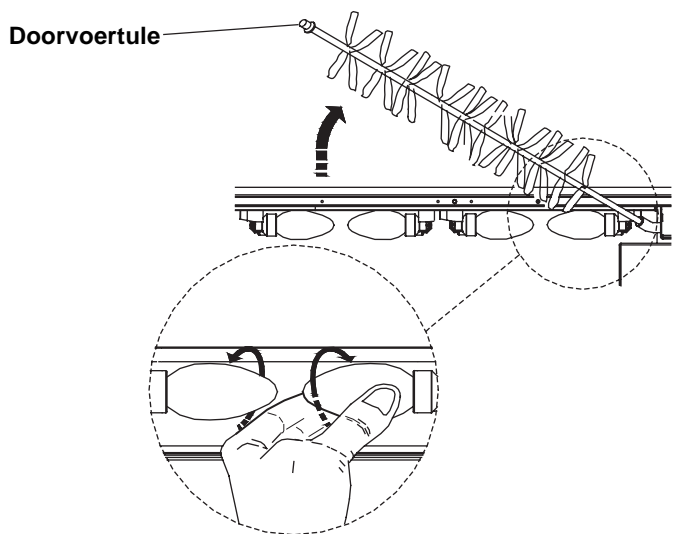

Fig. 8
4. Draai, om bij de gloeilampen te komen, de flexibele spindle uit positie en zorg ervoor dat de rubber doorvoertule niet kwijtraakt – zie fig. 8.
5. Draai de defecte lamp tegen de klok in los. Vervang hem door een 230V, 60W E14 SES lamp, draai deze niet al te vast aan (zie fig. 8).